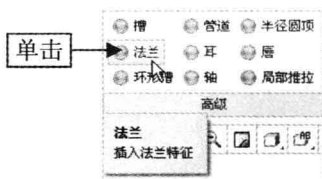

图 8-118 单击“法兰”按钮
Step 02 在“功能区”选项板的“模型”选项卡中，单击“高级”面板中的“法兰”按钮, 如图 8-118 所示。